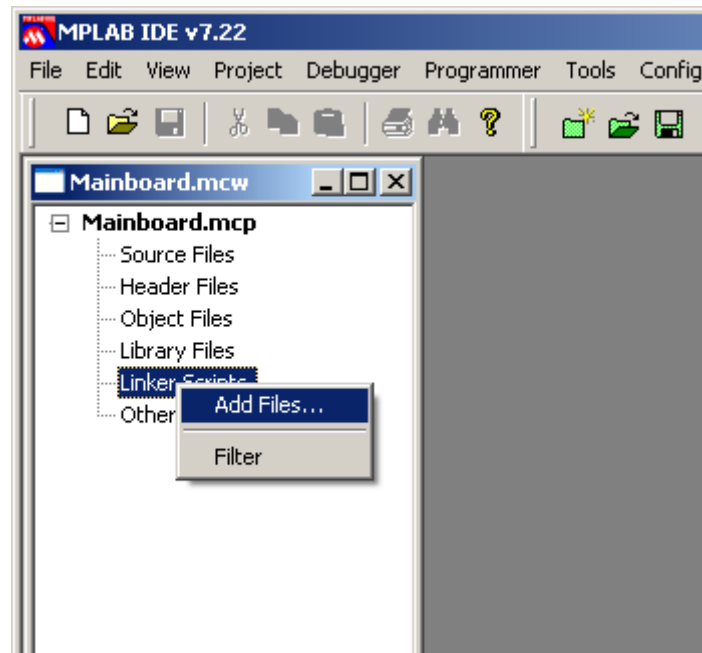

FIG. 35 – Ajout du script du linker dans MPLAB IDE
5. Il nous faut ensuite ajouter le fichier de script du linker qui correspond au PIC pour lequel on écrira le programme (18f452.lkr dans notre cas), en cliquant du bouton droit de la souris sur l'intitulé « Linker Scripts » du volet contenant les fichiers du projet, comme illustré figure 35. Les fichiers .lkr se trouvent dans le sous-répertoire lkr du répertoire d'installation de MPLAB C18 (par exemple, C:\mcc18\lkr) ;